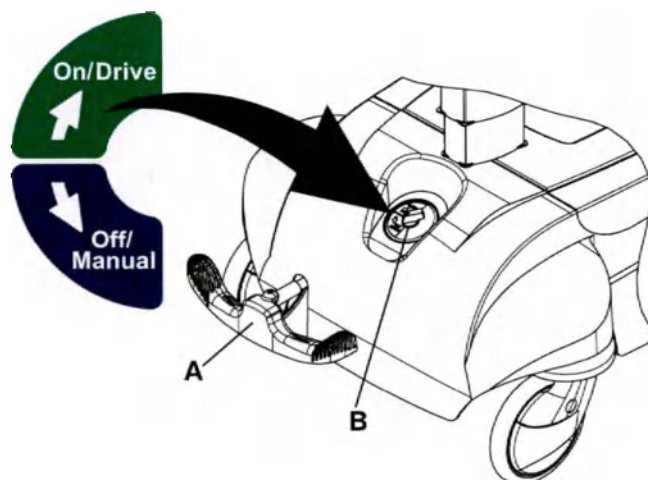

Рисунок 10 – Переключатель «On/Drive — Off/Manual» (ВКЛ./Привод — ВЫКЛ./Ручной режим)
2. Поставьте педаль тормоза/регулирования угла поворота (A) в положение регулирования угла поворота (Рисунок 10).